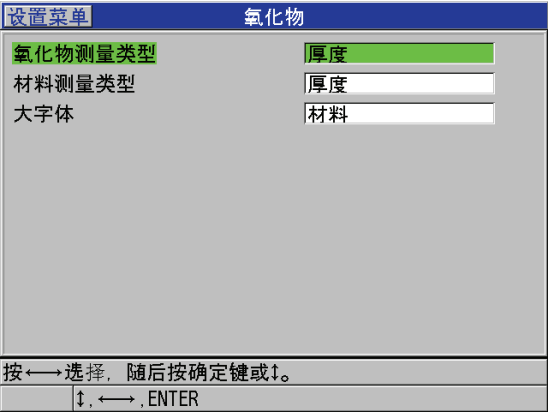

图 7-2 氧化物屏幕
9. 在 **氧化物** 屏幕上（参见第 83 页的图 7-2）：